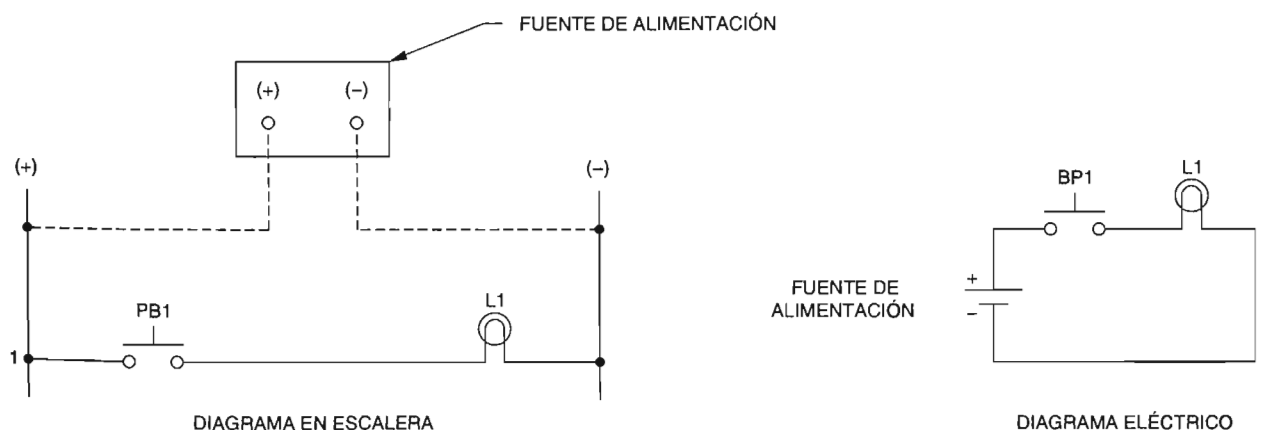

Figura 2-6. Diagrama en escalera básico.
Los diagramas en escalera muestran gráficamente cuales interruptores deben estar cerrados o abiertos para permitir que la corriente fluya a una carga de salida. La figura 2-6 muestra la apariencia general de un diagrama en escalera. Las líneas verticales en los lados izquierdo y derecho representan las terminales positiva (+) y negativa (-) de la fuente de alimentación de cc.
Cuando el elemento de entrada es un escalón, forma una trayectoria continua, o circuito cerrado, para la carga de salida, permitiendo que la corriente fluya de la terminal positiva (+) de la fuente de alimentación de cc para energizar la carga de salida. Como ejemplo, liberando el botón pulsador BP-1 en la figura 2-6 causa que un contacto del interruptor BP1 normalmente abierto (NA) en el escalón 1 se cierre y que la lámpara piloto se active.